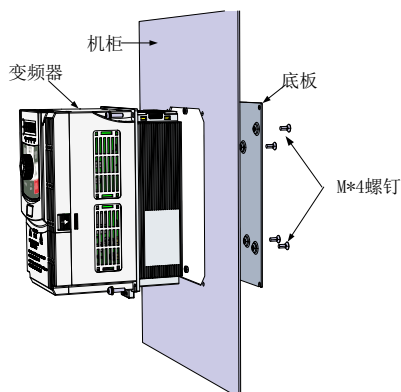

图3-3. CM53XH变频器塑胶结构穿墙式安装图
- 具体见图3-3 CM53XH变频器塑胶结构穿墙式安装图。